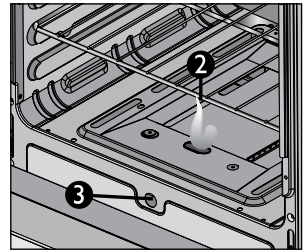

Figura 40
- Conserve la llama en perforación frontal o superior de ignición hasta que la fuente de calor esté completamente encendida y estable. Verificar a través de las dos perforaciones delanteras o en la perforación frontal según modelo o referencia (Ver figura 40).